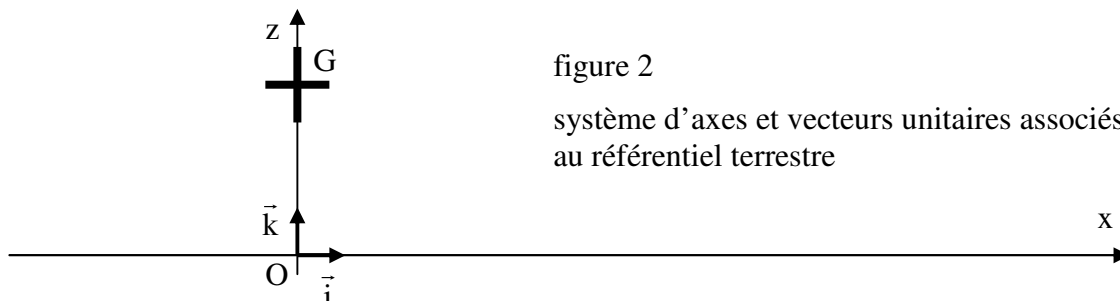

figure 2
On suit le déplacement du centre de masse G de la montgolfière. On se place dans le référentiel terrestre supposé galiléen muni d'un repère d'espace (O, \vec{i}, \vec{k}) présenté sur la figure 2. L'origine au point O est au niveau du sol, au point de décollage de la montgolfière.
- 1.2.1 Représenter les deux forces s'exerçant sur la montgolfière dans le cas où elle est immobile dans le référentiel terrestre, sans souci d'échelle en utilisant le système d'axes de la figure 2. Justifier.